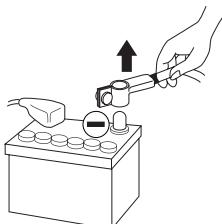

Abb. 1
- **Bevor Sie mit der Installation beginnen, trennen Sie den Minuspol der Batterie ab, um jedes Risiko einer Verletzung, eines Brandes oder einer Beschädigung des Gerätes zu vermeiden (Abb. 1).**
- 2 - Trennen Sie den Minuspol der Batterie vom Strom, bevor Sie mit der Installation beginnen (*Abb. 1*).
Bevor Sie mit der Anschlussphase beginnen, vergewissern Sie sich, den Minuspol (-) von der Fahrzeubatterie (**Abb. 1**) zu entfernen.